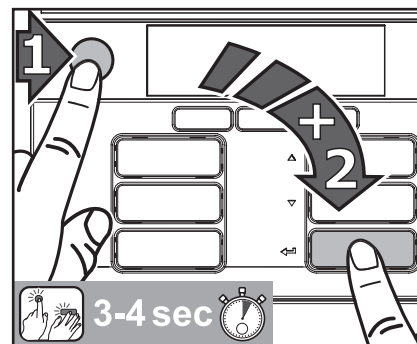

Fig. 24
1. Tryk først på STOP-knappen og så på enter-knappen  og hold dem nede samtidig i 3-4 sekunder for at komme ind i rengøringsmodus (fig. 24).